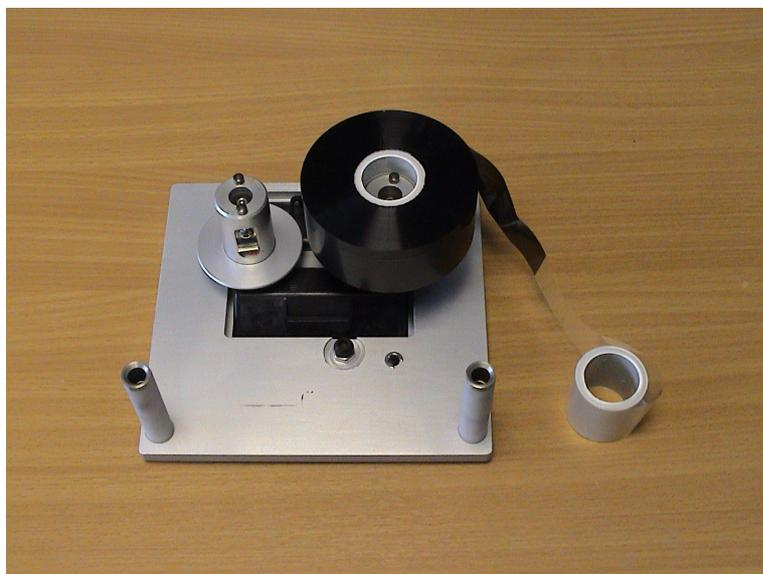

Рис. 5-12: Установка ленточной бобины
- Насадите полную бобину на держатель с черным диском. Катушка должна быть расположена так, чтобы лента раскручивалась в направлении, показанном на Рис. 5-12.